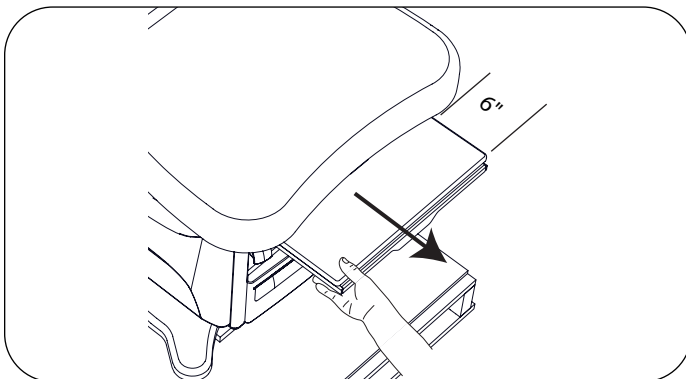

Figura 15. Extracción del soporte para las piernas, 15 cm
16. Para preparar la parte delantera de la mesa para levantarla, tire del soporte para las piernas para sacarlo aproximadamente 15 cm (Figura 15). NO extienda completamente el soporte para las piernas, ya que se podrían producir daños al mecanismo de deslizamiento.